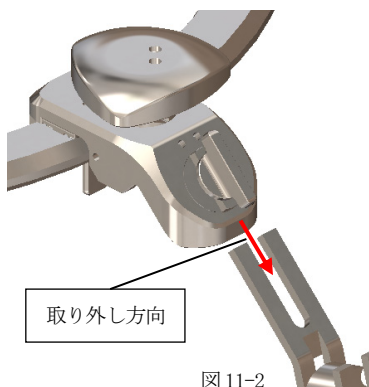

図 11-2
- (4)-3 脳筐固定器を取り外してください。(図 11-2)